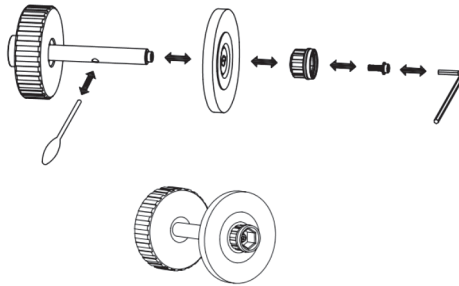

Abb. 6
C. Montieren Sie die schmale Metallbürste und ersetzen Sie sie durch die schmale Kunststoffbürste. Siehe Abb. 6